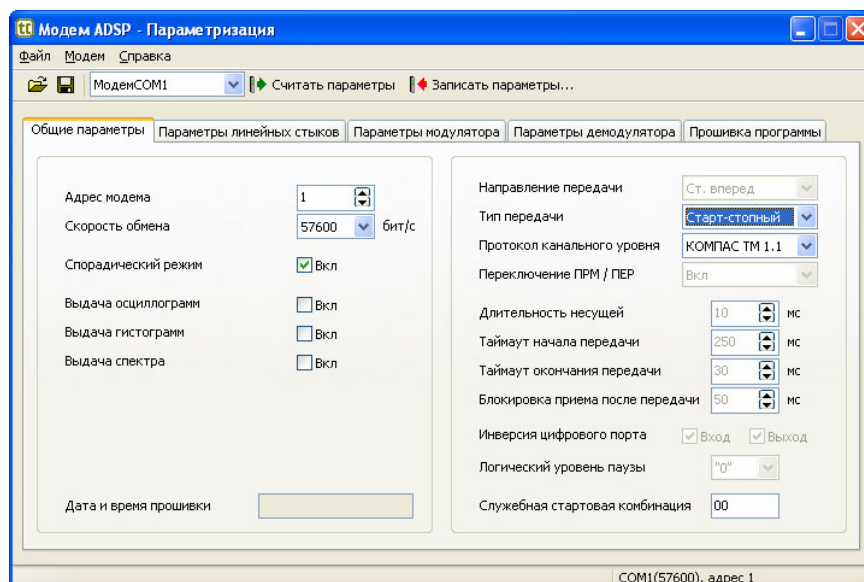

Рисунок 9 – Окно программы «Параметризация модема ADSP»
- запустить на ПЭВМ программу «Параметризация модема ADSP» (рисунок 9);